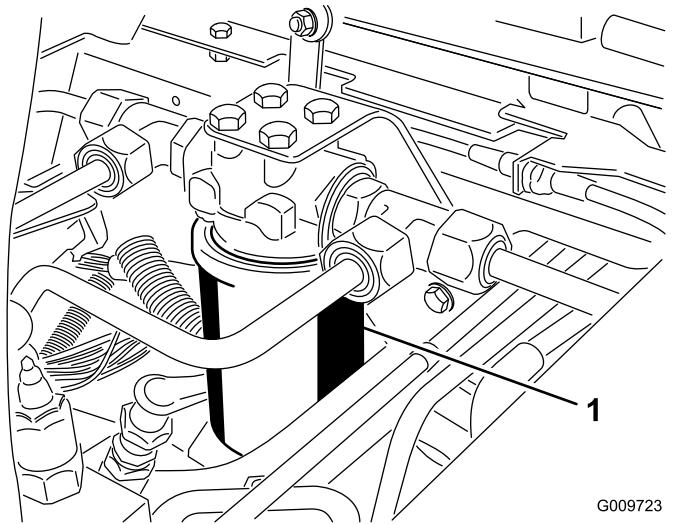
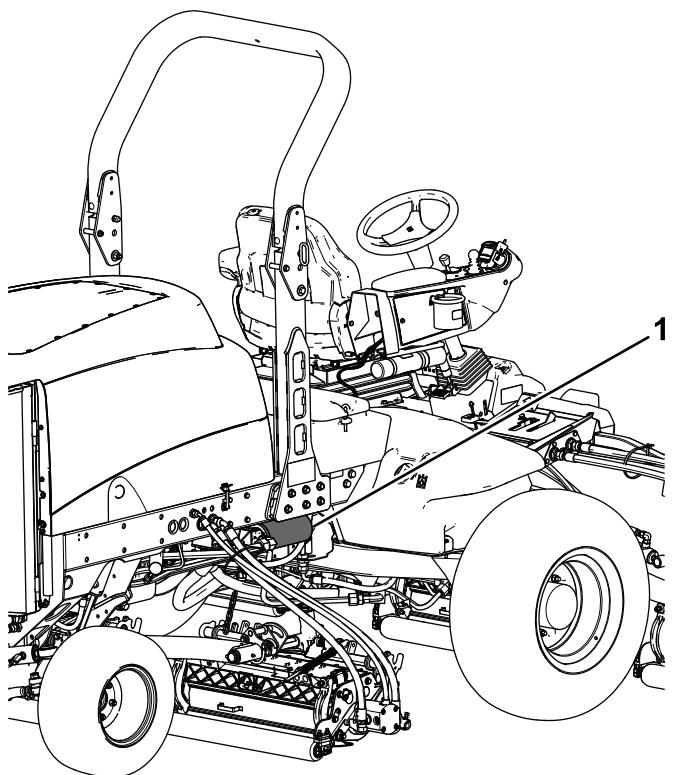

Figura 107
Figura 108
3. Coloque un recipiente debajo del filtro y retire el filtro (Figura 107 y Figura 108).